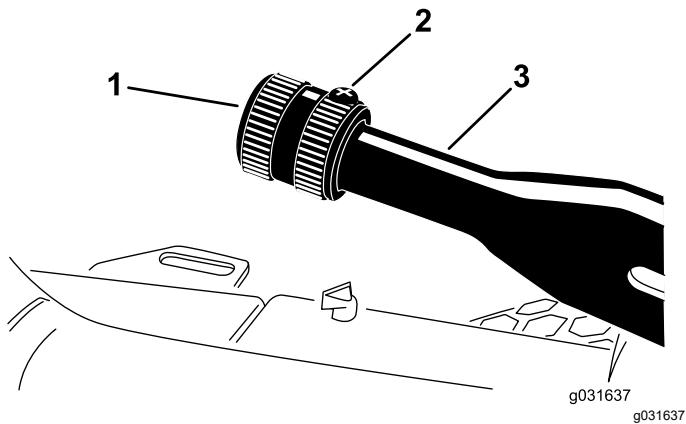

Bild 61
1. Lockern Sie die Stellschraube, mit der das Handrad am Feststellbremshobel befestigt ist (Bild 61).